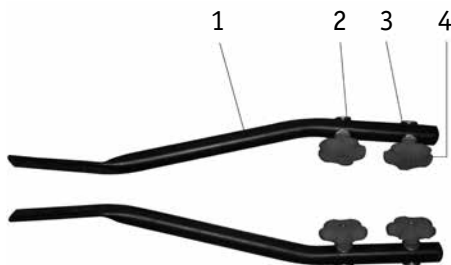
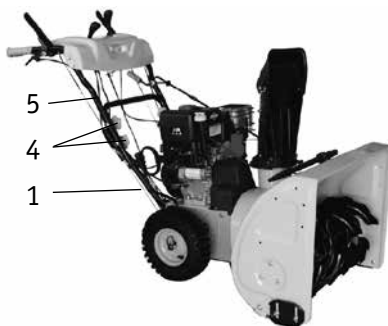

Рис. 3.1
Рис. 3.2
Снимите четыре пластиковые ручки (4), шайбы (3) и болты (2) с каждой стороны нижних рукояток (**рис. 3.1**). Совместите верхние рукоятки (5) с нижними (1). Зафиксируйте болтами и гайками (**рис. 3.2**).